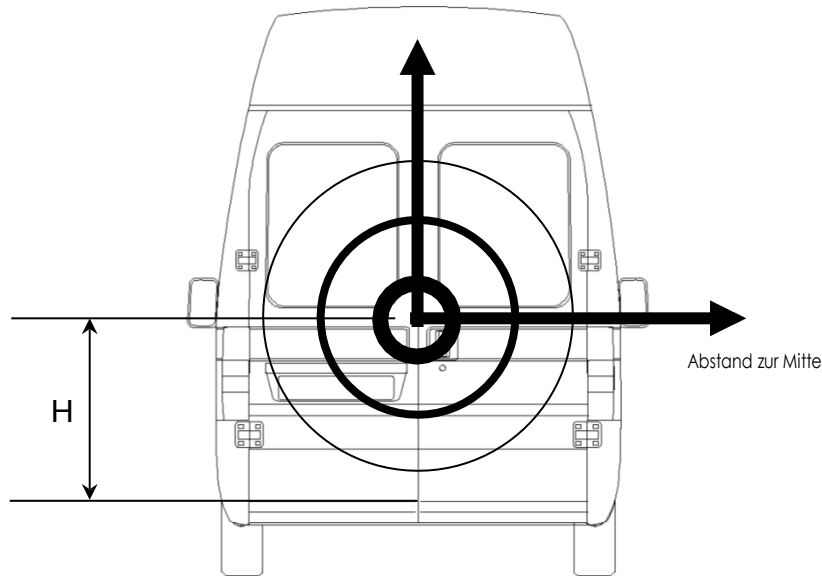

Abb.4
- Die Position des Schlossgehäuses in Bezug auf die Unterkante der Tür "H" muss so gewählt werden, dass die Wirksamkeit maximiert wird, also möglichst nahe an der Türmitte (siehe Abb. 4), um die Hebelwirkung zu verringern.